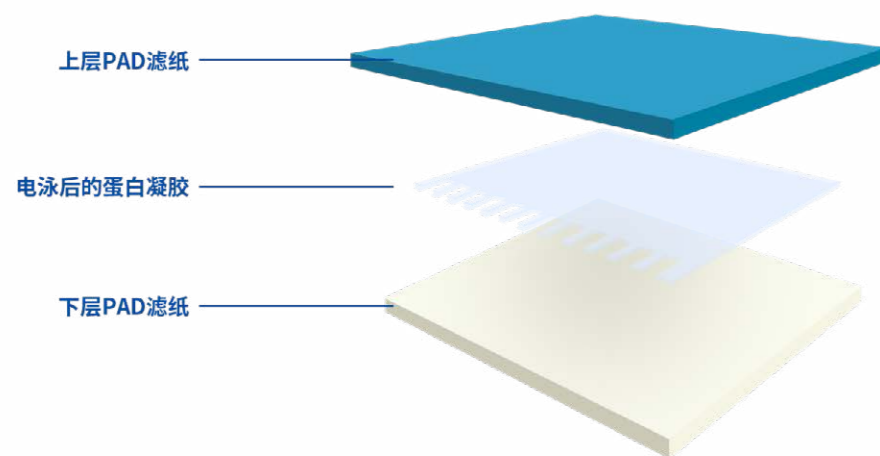

图 3 染色操作中反应单元各组分离叠示意图
- 4、在反应单元下盒的电极上依次放入下层 PAD 滤纸（用 Down Staining Buffer 浸润的 PAD 滤纸）、电泳后的 PAGE 凝胶、上层 PAD 滤纸（用 Top Staining Buffer 浸润的滤纸），赶走胶与滤纸之间的气泡，然后合上反应单元上盖。如图 3 所示：